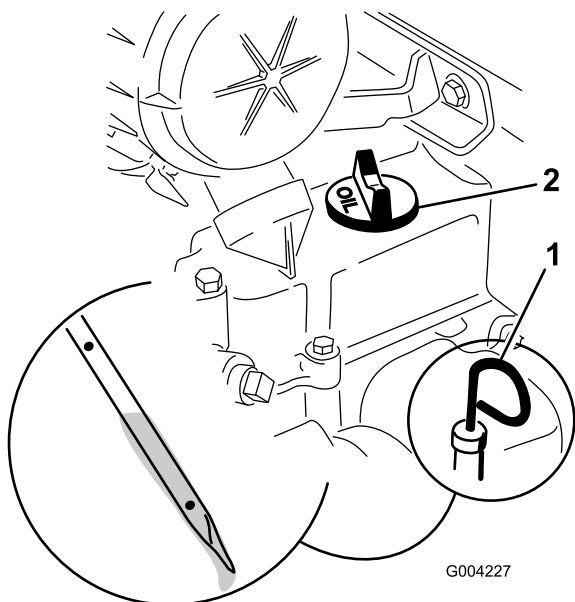

図 15
2. ディップスティックを抜ききれいなウェスで一度拭く(図15)。
3. ディップスティックを、チューブの根元までもう一度しっかりと差し込む(図15)。
4. ディップスティックをもう一度抜きとってオイルの量を点検する(図15)。
5. オイルの量が不足している場合は、補給口のキャップ(図15)を取り、ディップスティックのFULLマークまで補給する。
6. ディップスティックをしっかりと差し込んで終了(図15)